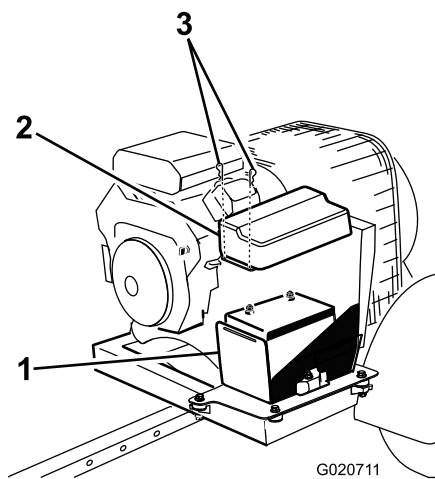

Figura 32
1. Rimuovete i ganci che fissano il coperchio della batteria alla relativa cassetta e togliete il coperchio dalla cassetta (Figura 32).